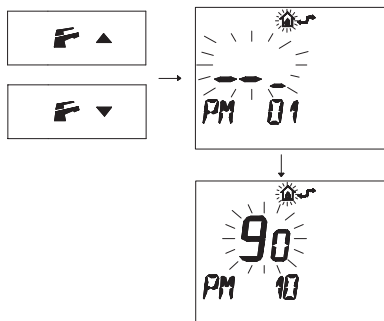

Fig. 5.69
- Premere i pulsanti **F**▲ o **F**▼ per visualizzare la programmazione "PM10" selezione della frequenza di accensione (Fig. 5.69).
Nella Fig. 5.69 si visualizza un SET programmato di **90** corrispondente ad un tempo di riaccensione di 3 minuti circa. Il campo di regolazioni è da 0 a 8 minuti e mezzo.